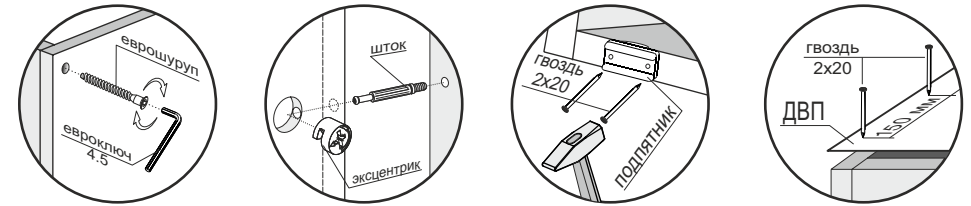

Рис.1
4. Прибить подпятники гвоздями 2x20 к спинкам кроватным (1) и поперечинам (2).
5. К боковинам (3) и поперечинам (2) прикрутить направляющие винтами 6.3x13. (рис.1)
6. Соединить боковины (3), поперечины (2), заднюю стенку (5) и стяжки (4,6), используя еврошурупы (рис.1).
7. Прикрутить кроватные щиткам (1) к деталям (5, 6.1, 6.2) еврошурупами, а к боковинам (3) шурупами 4x30 через сквозные отверстия 5мм в боковинах (3). (рис.1).
8. Монтировать боковину (11) к спинке кроватной (1) и стяжкам (4,6) при помощи еврошурупов (рис.1).
9. Собрать ящики: соединить детали ящика (7,8) еврошурупами, выровнять диагонали ящика (они должны быть равными:  $\pm 2$  мм) и прибить ДВП (9) гвоздями 2x20 к неокромленной стороне ящика (рис.1).